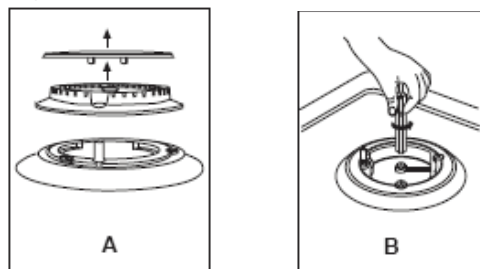

Fig. 2
- Con un dado o desarmador de caja de 7 mm desatornille y retire las espreas (Ver. fig. 2)